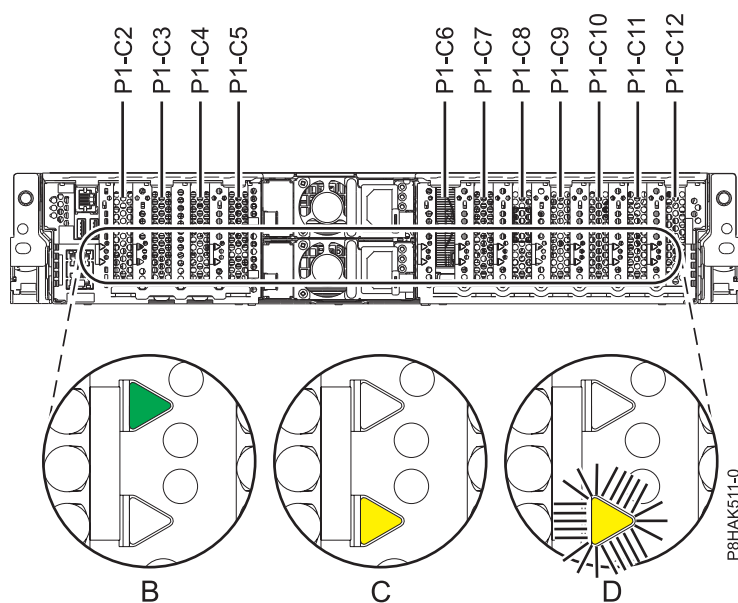

Figura 24. Ubicacions de les ranures d'adaptadors PCIe i ubicacions dels LED en un sistema 5148-21L, 5148-22L, 8247-21L, 8247-22L, 8284-21A, o 8284-22A
Si esteu prestant servei a un adaptador PCIe que ha fallat, busqueu el LED de color ambre que parpelleja de l'adaptador PCIe que ha falla i que havíeu definit perquè parpellegi al pas on s'identificava la peça que fallava. Consulteu la Figura 24 que mostra l'estat dels LED. Fixeu-vos que el LED ambre de l'adaptador PCIe que ha fallat estigui **Parpellejant**, tal com es mostra a (D) a Figura 24.
**Atenció:** Si l'adaptador PCIe funciona correctament, el LED d'activitat estarà **actiu** (verd) i el LED ambre d'error estarà **inactiu**, tal com es mostra a (B) a Figura 24. No intenteu extreure el adaptador PCIe que està en funcionament.